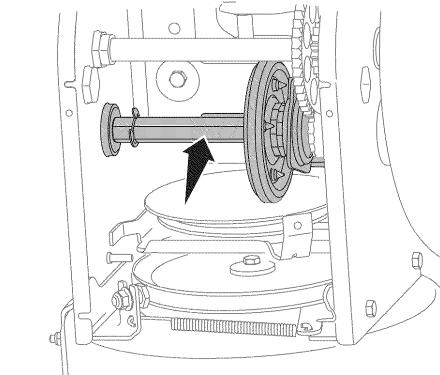

Рис. 16
4. Нанесите тонкий слой моторного масла (или масло 3 в 1) на шестиугольный вал. (См. Рис. 16).